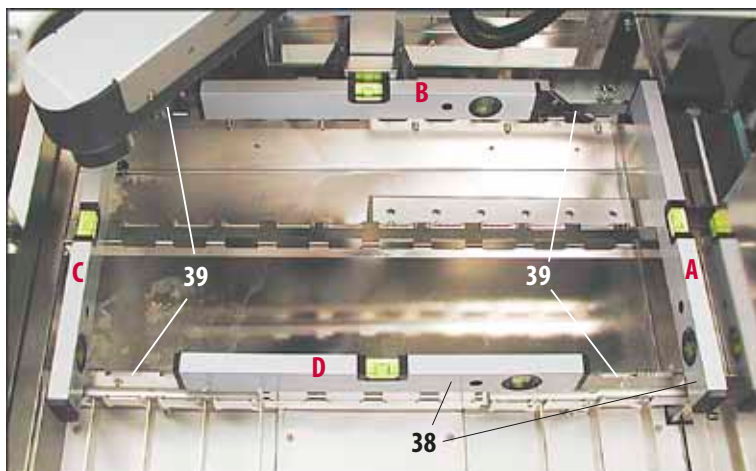

Рис. 22
- Для выравнивания расположите уровень (38) либо в положения (А или В) - см. рис. 22 на раме держателя кювет.
Рис. 22 показывает все 4 точки (от А до D), где должен быть установлен уровень для выравнивания прибора.